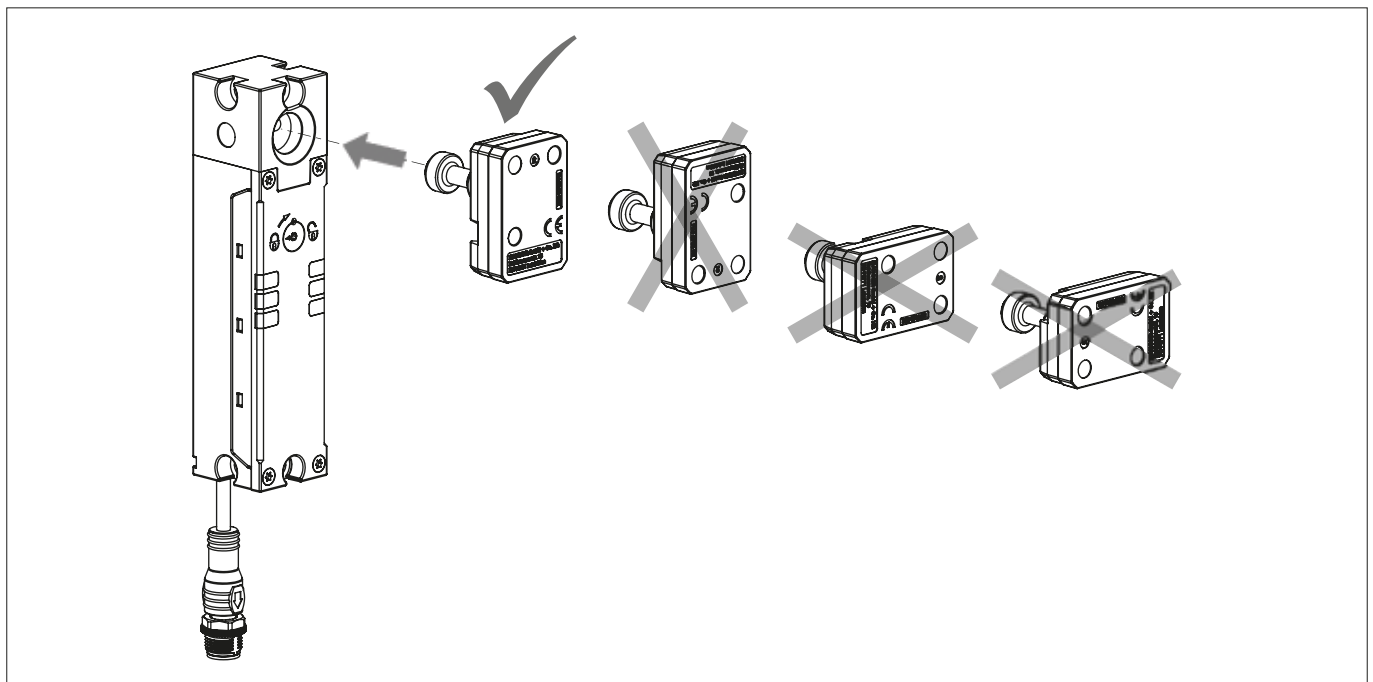

図 2: アクチュエーターの位置合わせ
- ▶ アクチュエーターと安全スイッチは、ガードを閉じたときにアクチュエーターがスイッチに垂直に完全に挿入されるよう取り付けてください (図 2 を参照)。正しく設置されていない場合、ガードロックの動作は保証されません。